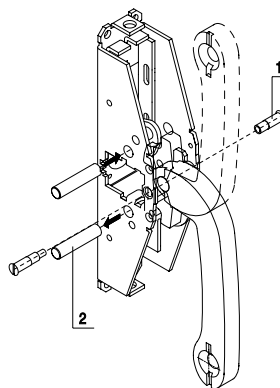

FIG. 6
- 5) **DETERMINAZIONE MANO DEL MANIGLIONE:** L'articolo viene fornito di mano SX (fig. 1), per cambiare mano eseguire le seguenti operazioni sulla **SCATOLA PRINCIPALE:** (fig. 6). Svitare il perno staffa, sfilare i due perni. Ruotare la staffa di 180°, sfilare la spina da 8 mm dalla sua posizione ed inserirla dalla parte opposta (fig. 6). Riavvitare il perno staffa.
- 5) **DETERMINING THE DIRECTION OF THE PANIC EXIT DEVICE:** the article comes supplied as SX left-handed (Fig. 1), to change this carry out the following operations on the **MAIN CASING:** (Fig. 6) Unscrew the rod stirrup bracket, pull out the two rods. Rotate the stirrup bracket 180 degrees, pull out the 8 mm pin from its position and insert it in the opposite part (Fig. 6) (in the event that the passageway is obstructed by the latch-bolt arrest pin, push it forward until the way is free and insert the pin). Rescrew the stirrup bracket.
- 5) **DÉTERMINATION DE LA MAIN DE LA POIGNEE ANTI-PANIQUE:** L'article est fourni de main GAUCHE (fig. 1), pour changer de main, effectuer les opérations suivantes sur le **COFFRE PRINCIPAL:** (fig. 6). Dévisser l'axe de la bride, retirer les deux axes. Tourner la bride de 180°, retirer la goupille de 8 mm par rapport à sa position et l'introduire du côté opposé (fig. 6). Revisser l'axe de la bride.
- 5) **DETERMINACIÓN DE LA MANO DE LA BARRA:** El artículo es suministrado en posición de mano izquierda (Fig. 1). Para cambiar de mano, realice las siguientes operaciones en el **COFRE PRINCIPAL:** (Fig. 6). Desenrosque el perno de la abrazadera, extraiga los dos pernos. Gire la abrazadera 180°, extraiga la clavija de 8 mm de su posición e introdúzcala por la parte opuesta (Fig. 6). Enrosque nuevamente el perno de la abrazadera.
- 5) **BEPALING VAN DE RICHTING VAN HET ANTI-PANIEKSLLOT:** Het artikel wordt standaard voor linksdraaiende deuren geleverd (afb. 1), om de draairichting te veranderen, de volgende handelingen op de **HOOFDKAST** uitvoeren: (afb. 6). De beugelpin losdraaien en de twee pinnen uittrekken. De beugel 180° draaien, de 8 mm pin uittrekken en in de juiste positie aan de tegenover gestelde zijde insteken (afb. 6). De beugelpin weer vastdraaien.
- 5) **BESTIMMUNG DER TÜRDRÜCKER-ÖFFNUNGSRICHTUNG:** Der Artikel wird mit nach links gerichteter Öffnung (Abb. 1) geliefert. Um die Öffnungsrichtung zu ändern, geht man folgendermaßen vor: **AUF DEM HAUPTKASTEN** (Abb. 6) schraubt man den Bügelstift ab und zieht dann die beiden Stifte heraus. Dann dreht man den Bügel um 180°, zieht den 8-mm-Dorn aus seiner Position und setzt ihn auf der gegenüberliegenden Seite wieder ein (Abb. 6). Jetzt schraubt man den Bügelstift wieder an.